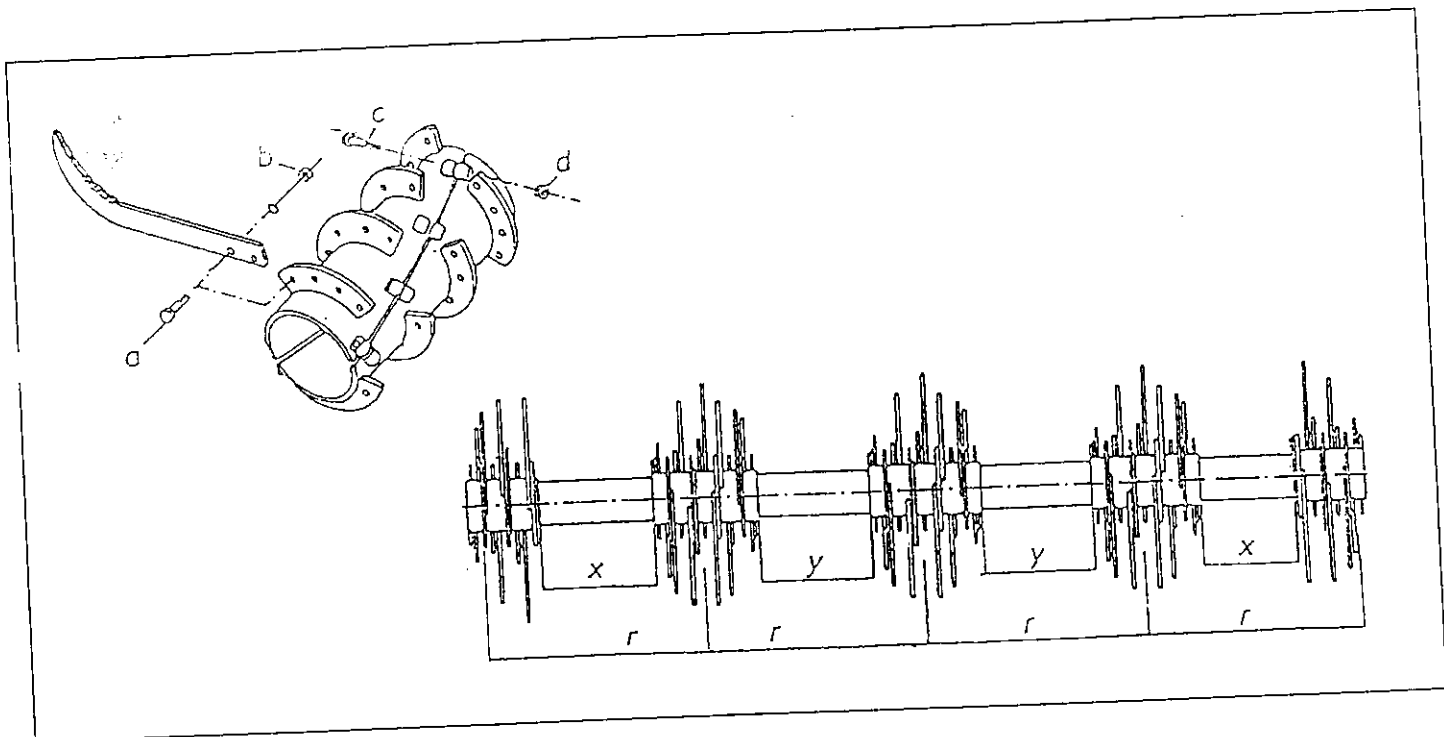

Abb.10 Werkzeugbefestigung und Reihenweite
- Bei Montage der Schellen Zwischenmaße lt. Abb.10 Tabelle einhalten.